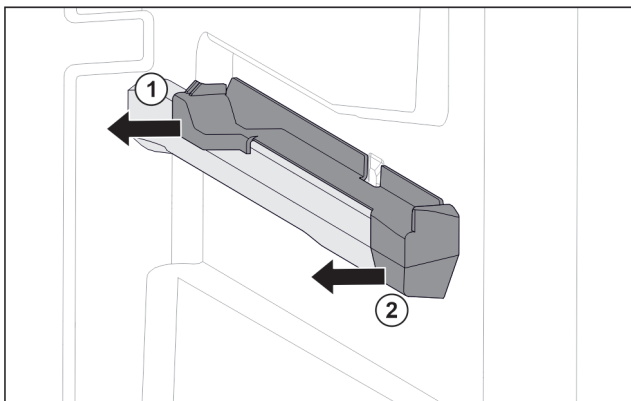

Fig. 216 Piesă de fixare pe nervura din dreapta a recipientului
- ▶ Scoateți piesa de fixare din spate în lateral. Fig. 216 (1)
- ▶ Scoateți piesa de fixare din față în lateral. Fig. 216 (2)